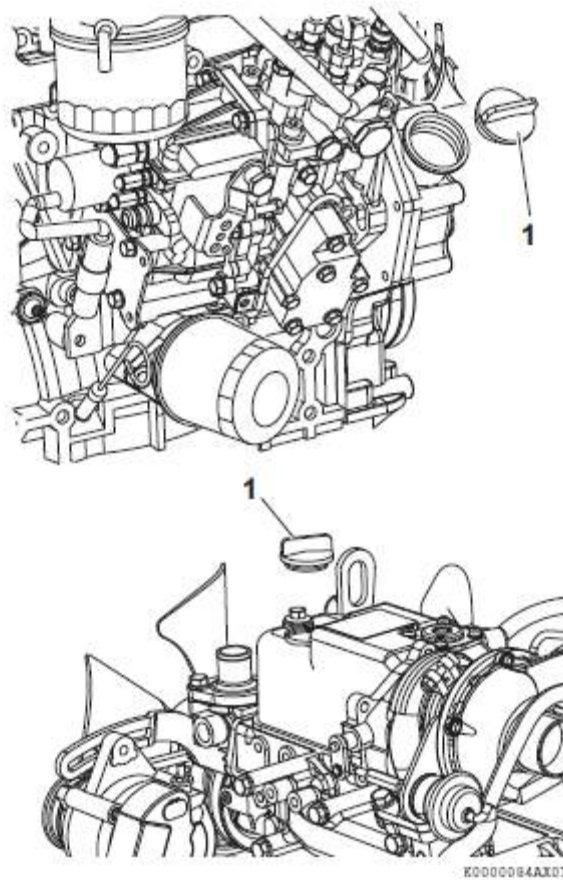

Рисунок 46
1. Поместите соответствующую емкость под чашку (Рисунок 46 (1)) топливного фильтра / водного сепаратора, чтобы в нее слились загрязняющие примеси.
2. Закройте (Рисунок 46 (1)) топливный кран (Рисунок 46(3)).
3. Ослабьте сливной кран (Рисунок 46 (4)) и слить осадочные загрязнения. См. *раздел Слив топливного фильтра / водного сепаратора*.
4. Поверните стопорное кольцо (Рисунок 46, (5)) налево (Рисунок 46, (10)) и снимите чашку (Рисунок 46, (1)). Прежде, чем удалить чашку, отсоедините провод датчика (Рисунок 46, (7)) от чашки (если чашка им оборудована).
6. Снимите крышку с горловины масляного фильтра (Рисунок 46 (1)). Слейте отработанное масло.
7. После того, как масло полностью выльется, установите крышку на место (Рисунок 46 (1)) и затяните.